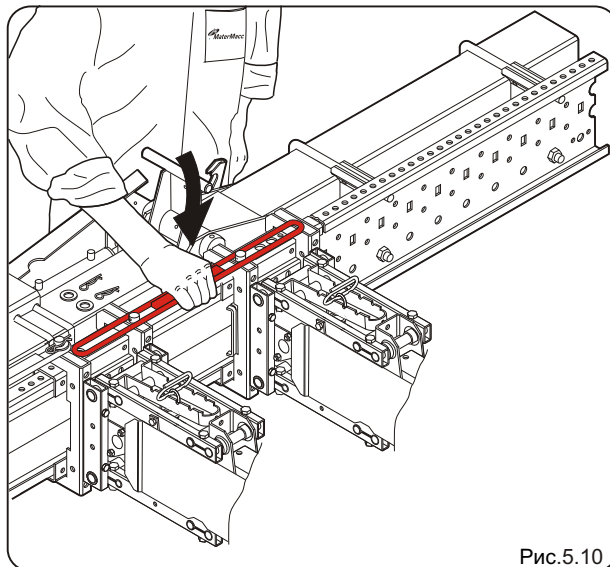

Рис.5.10
- Зафиксируйте звенья предварительно убранными кольцевыми прокладками и штырями R (рис.5.10).
Рис.5.10.а-б-с показывает, как возможно трансформировать машину с конфигурацией для посева на 6 рядов 45 (рис.5.10.а) в машину с конфигурацией на 6 рядов 60 (рис.5.10.б) или на 6 рядов 75 (рис.5.10.с).